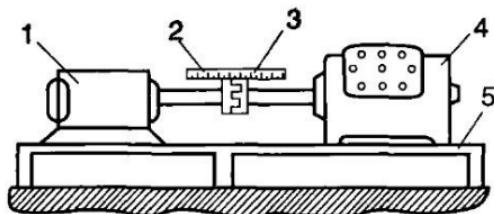

Рис. 65. Регулирование соосности муфты привода с помощью линейки:
19.3. Муфты приводов используют для больших компрессоров, которые приводятся в движение непосредственно от вала электродвигателя. Муфту с подушкой для поглощения вибрации работающего компрессора применяют для соединения двух валов. Валы должны быть соосны, иначе образующаяся вибрация приведет к повышенному износу подшипников и сальника вала компрессора. Для обеспечения соосности валов ослабляют крепежные болты электродвигателя и/или компрессора и накладывают металлическую линейку на обе половины муфты (рис. 65). Линейка должна касаться обеих половин муфты, по крайней мере, в трех различных точках по окружности. Затягивают ослабленные болты и снова проверяют соосность. Затем включают агрегат. Если вибрация все же происходит, то повторяют вышеупомянутые операции. При продолжении вибрации после повторной проверки муфту заменяют или центрируют.